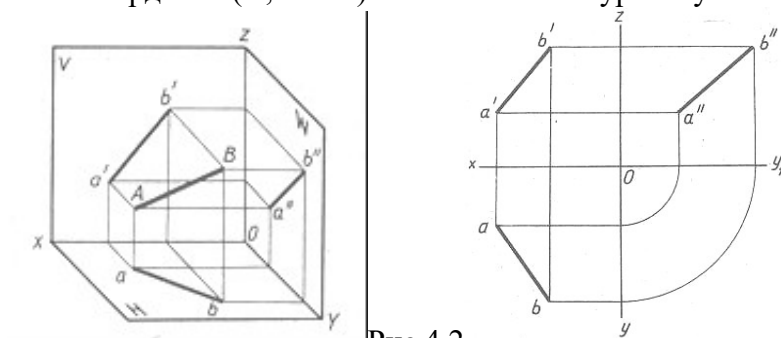

Рис.4.2
2. По заданным в табл. 4.2 координатам построить наглядное изображение отрезка прямой АВ, CD и MN и эпюр (рис.4.2). При построении наглядного изображения ось ОУ проводится из точки О под углом 45° к горизонтали; по оси ОУ откладывается половина заданного в таблице размера, по осям ОХ, ОZ, — натуральная величина. При построении ортогональных проекций точек и отрезка прямой по заданным координатам указанные в таблице размеры откладывают по осям координат (Х, У и Z) от точки О в натуральную величину.